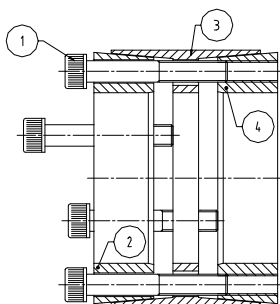

Fig. 1
(fig.1)
2. Allentare tutte le viti di almeno 2 giri e spostarne almeno 2 nei fori di estrazione dell'anello frontale [2] e dell'anello posteriore [4]. Serrare leggermente queste ultime, in modo da separare gli anelli per una più facile installazione del calettatore (fig.1).